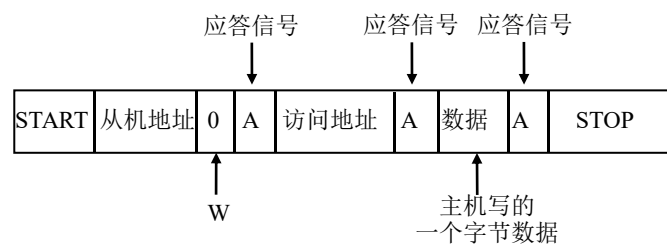

Figure 15-7 主机向从机写数据
如 Figure 15-7 所示，主机要向从机写 1 个字节数据时，主机首先产生 START 信号，然后紧接着发送一个从机地址，这个地址共有 7 位，紧接着的第 8 位是数据方向位 (R/W)，0 表示主机发送数据 (写)，1 表示主机接收数据 (读)，这时候主机等待从机的应答信号 (A)，当主机收到应答信号时，发送要访问的地址，继续等待从机的应答信号，当主机收到应答信号时，发送 1 个字节的数据，继续等待从机的应答信号，当主机收到应答信号时，产生停止信号，结束传送过程。